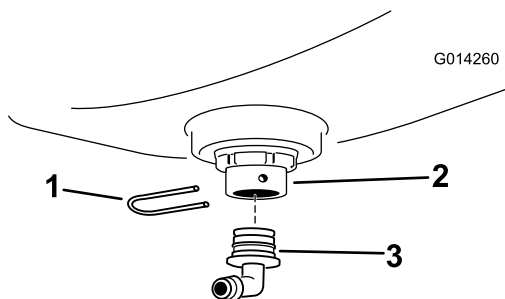

Figure 9
3. Posez un raccord à 90° sur le raccord de traversée et fixez-le avec un étrier (Figure 9).
5. Branchez le flexible de 43,3 cm que vous avez coupé à la section Découpe du flexible \(page 5\) au raccord à 90° et fixez-le avec un collier serré à la main (Figure 9).